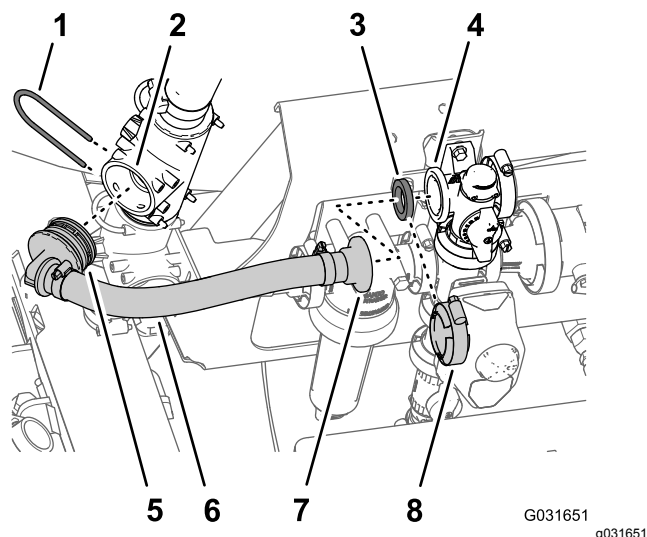

Figura 219
4. Alinee el acoplamiento dentado de 90° del nuevo conjunto de manguera de desvío de agitación (Pieza Toro N° 131-9649) con el orificio abierto en el acoplamiento en T superior e inserte el acoplamiento de 90° hasta que quede asentado en el acoplamiento en T (Figura 219).
5. Sujete el acoplamiento dentado de 90° al acoplamiento en T con la horquilla de retención (Figura 219) que retiró en el paso 1.
6. Alinee el acoplamiento con brida recta del nuevo conjunto de manguera de desvío de agitación (Pieza Toro N° 131-9649) y la junta con la brida de la válvula de desvío (Figura 219).